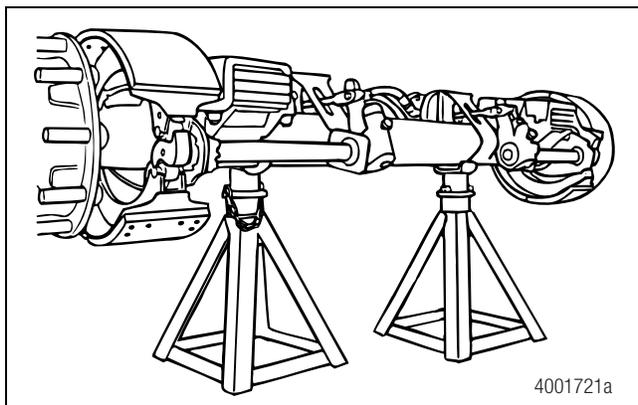

Figura 3.8
2. Utilice un gato para levantar el semirremolque hasta que los neumáticos estén separados del suelo. Coloque soportes de seguridad bajo el bastidor o los ejes del semirremolque. Figura 3.8.